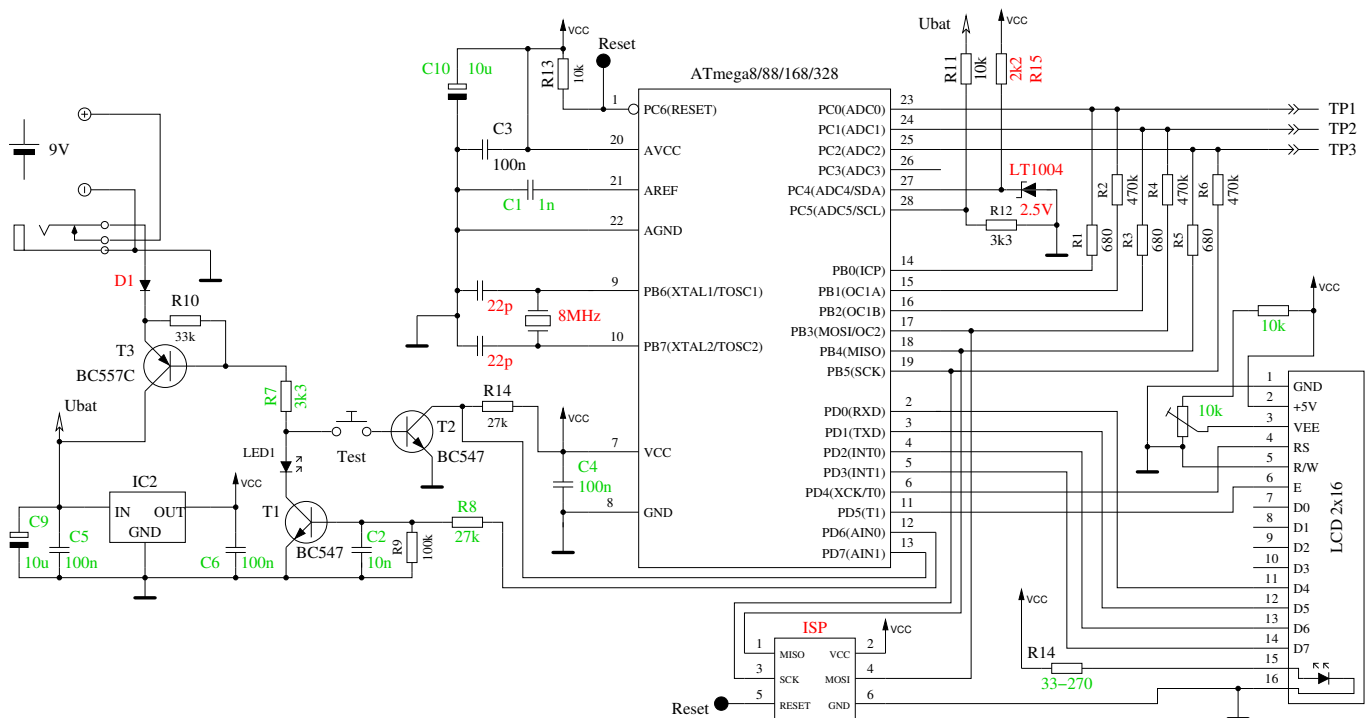

Abbildung 2.1: Neue TransistorTester-Schaltung
Die Schaltung des TransistorTesters in Abbildung 2.1 basiert auf der Schaltung von Markus F., die er in Abb. 1 des AVR-Transistortester Reports [1] veröffentlicht hat. Geänderte oder verschobene Bauteile sind mit **grüner Farbe** markiert, optionale Teile sind mit **roter Farbe** gekennzeichnet. Einige Änderungen wurden gemacht, weil die Strom-Abschaltung in einigen Nachbauten Probleme bereitet hatte. Deshalb ist der Widerstand R7 auf $3.3k\Omega$ reduziert. Der Kondensator C2 ist auf 10nF verkleinert und der Widerstand R8 ist verschoben, sodass der Ausgang PD6 nicht versucht, den C2 Kondensator direkt zu laden. Zusätzliche Abblock-Kondensatoren wurden hinzugefügt und sollten nahe den Versorgungs-Anschlüssen des ATmega und nahe bei dem Spannungsregler platziert werden. Weil der PD7-Eingang und der PC6-Anschluss (RESET) die einzigen Anschlüsse sind, wo „pull-up“ Widerstände gebraucht werden, wurde ein zusätzlicher $27k\Omega$ Widerstand am PD7 (Pin 13) vorgesehen. Mit dieser Änderung können die internen „pull-up“ Widerstände des ATmega abgeschaltet werden. Ein Quarz mit seinen 22pF Kondensatoren wurde zusätzlich vorgesehen. Ein Quarz hat Vorteile für die Kapazitätsmessung wegen der genaueren Zeitmessung. Die neue Software kann den Bereich für den ADC umschalten. Die Umschalt-Geschwindigkeit wird durch den externen Kondensator C1 am AREF-Pin (21) des ATmega reduziert. Um die Messung nicht langsamer als notwendig machen zu müssen, sollte der Kondensator auf 1nF reduziert werden. Ein Entfernen des Kondensators ist ebenfalls möglich. Zum Anpassen der Software an die jeweilige Schaltung schauen Sie bitte in dem Konfigurations-Kapitel 4 nach. Einige unterschiedliche Kombinationen von R11 / R12 zirkulieren im Internet. Ich habe die Software an den Original-Entwurf von Markus F. [1] mit $10k\Omega$ und $3,3k\Omega$ angepasst. Die zusätzliche 2,5V Präzisions-Spannungsreferenz, die an Pin PC4 (ADC4) angeschlossen ist, wird für die Überprüfung und Kalibration der VCC Versorgungsspannung benutzt, ist aber nicht erforderlich. Ein zusätzlicher ISP-Anschluss wurde hinzugefügt, um leichter neue Software-Versionen laden zu können.